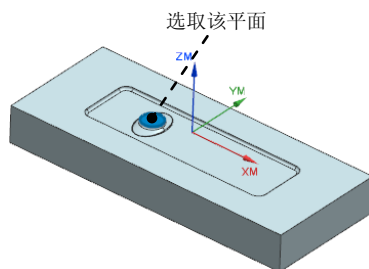

图 7.6 指定切削区域
Step2. 选取图 7.6 所示的面为切削区域(共 1 个面), 在“切削区域”对话框中单击 确定 按钮, 完成切削区域的创建, 同时系统返回到“面铣削区域”对话框。